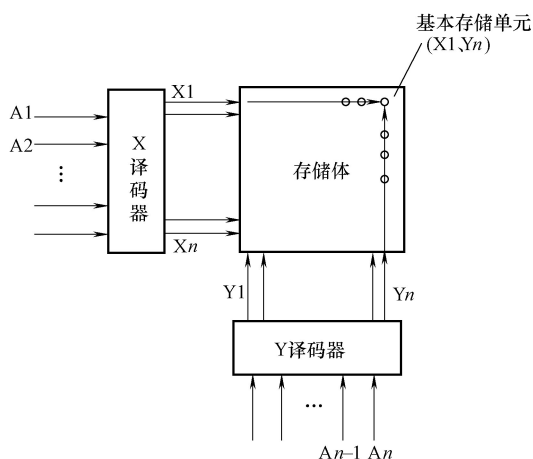

图 16-33 双译码器方式示意图
2) 双译码器方式。双译码器方式中采用两个译码器: 一个是 X 译码器, 二是 Y 译码器。如图 16-33 所示是双译码方式示意图。